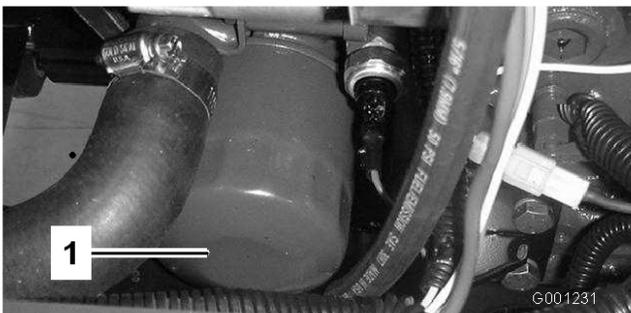

Figura 49
6. Togliete il filtro dell'olio e sostituitelo (Figura 49).